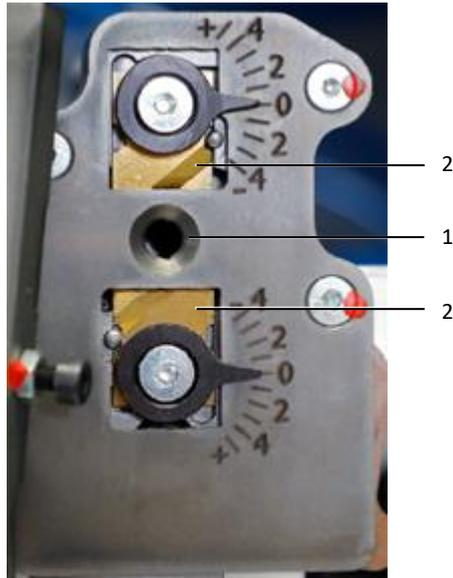

Abb. 12: Abisoliereinheit
- Reinigen Sie den Bereich um die Bohrung (Abb. 12, Pos. 1) mit einem Pinsel.
- Prüfen Sie die Messer (Abb. 12, Pos. 2). Bei Bedarf wechseln Sie die Klingen (vgl. Abschnitt 8.3 „Abisoliermesser wechseln“).